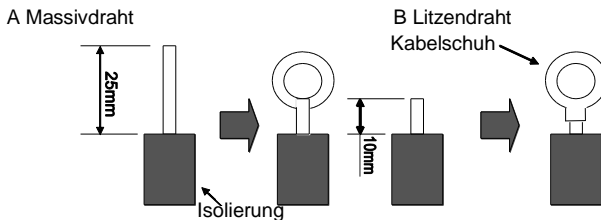

Abb. 36
(1) Für Massivdraht (Abb. 36)
(2) Für Litzendraht (Abb. 36)